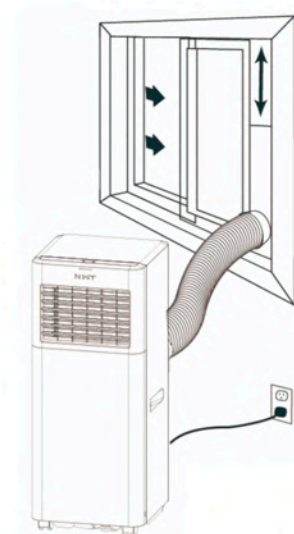

Рис. 5
1) Переместите устройство с собранным узлом теплоотводящего шланга к окну. Расстояние от устройства до стены или других препятствий должно быть не менее 30 см. При наличии штор убедитесь, что они не блокируют впускные отверстия для воздуха. (См. Рис. 5)